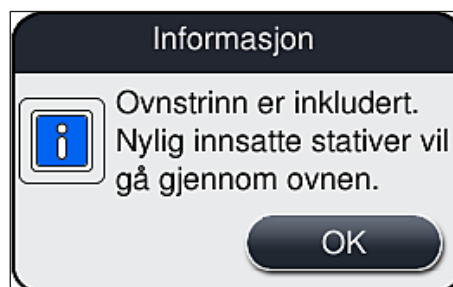

Fig. 37
3. Bruk konfigurasjonen ved å trykke på knappen **Lagre** (→ Fig. 33-5). Legg merke til den etterfølgende informasjonsmeldingen (→ Fig. 37) og bekreft med **OK**.